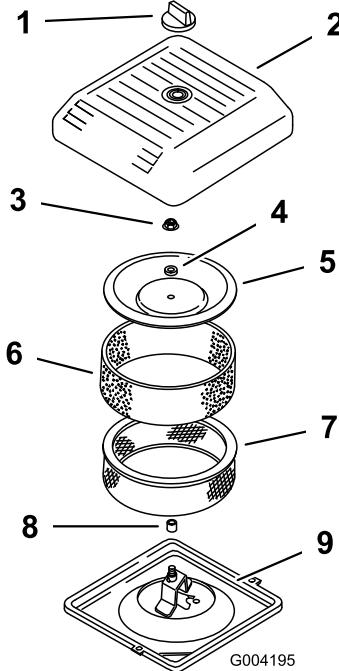

Bild 158
1. Schieben Sie den Schaumvorfilter vorsichtig auf den Papierfilter (Bild 158).